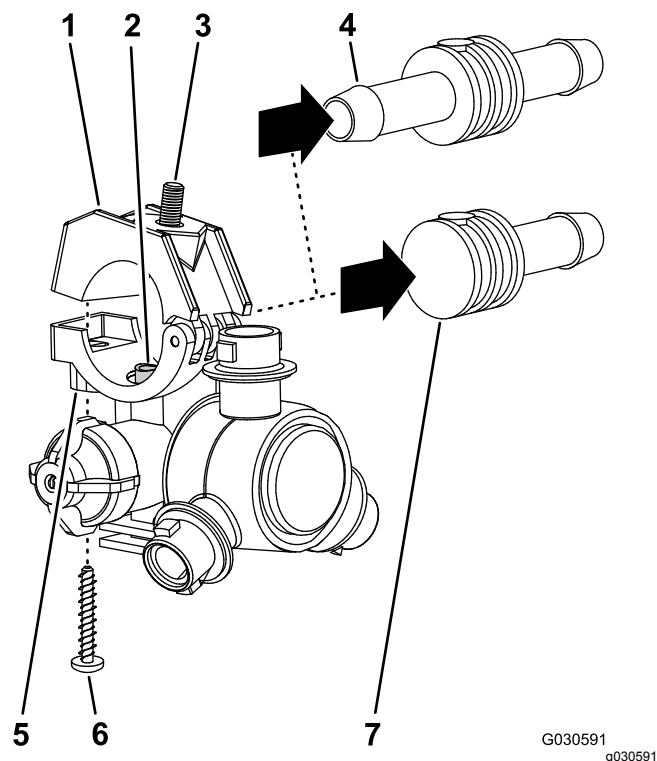

図 48
2. 片側または両側バーブ付きホースシャック3/4 インチとそのクランプの上半分とをスプレーノズルのボディに固定しているステンレスねじ#12 x 1-1/4 インチを外してバーブ付きホースシャックとホースをノズルから外す 図 48。